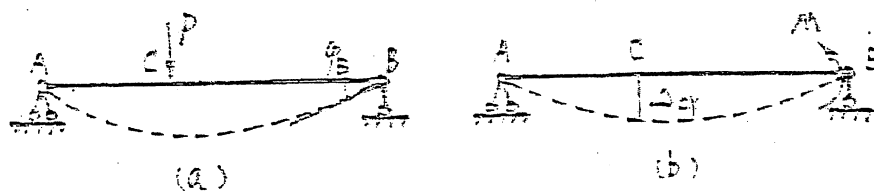

图 4
- 4、图 4(a)所示简支梁在 C 点作用集中力 $P=1\text{kN}$ 时, 截面 B 的角位移 φ_B 为 0.005 弧度, 则该梁在截面 B 作用力偶 $M=2\text{kN} \cdot \text{m}$ 时 (图(b)), C 点的竖向位移 $\Delta_{cy} =$ _____。